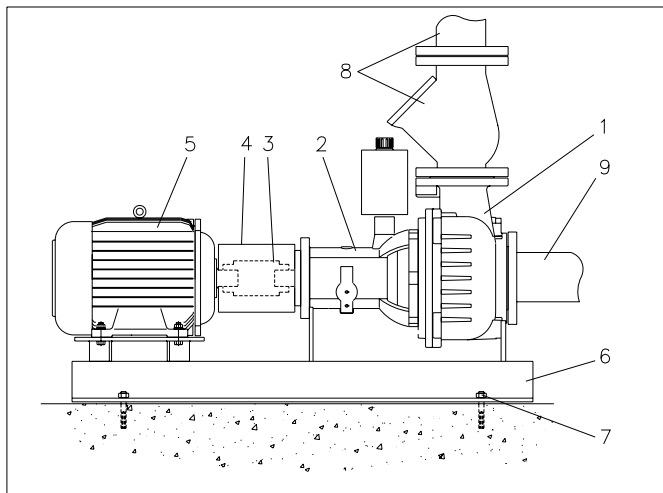

Fig. 7.1
Når pumpen opstilles horisontalt, jfr. fig. 7.1.
- Grundpladen fæstnes til funderingen ved de 4 befæstelseshul jfr. fig. 7.1. pos. 7.
Fjern beskyttelsedækslet, jfr. fig. 7.1 pos. 4.